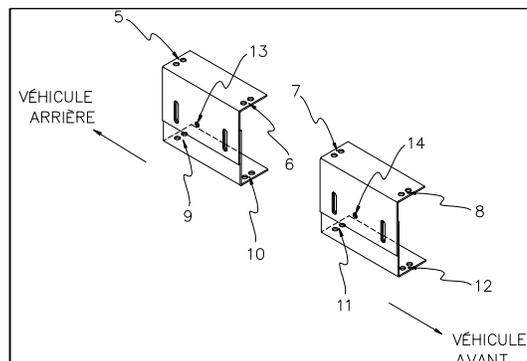

FIGURE 2-6: TROUS DU SUPPORT
- 3) Référez à la **Figure 2-6**. Aligned les trous **5,6,7 et 8** du support avec les trous **5,6,7,et 8** de la base de l'élévateur.
- 6) Référez à la **Figure 2-6**. En dernier lieu, assurez-vous que les trous devant chaque support soient complètement percés et qu'un boulon 7.93mm soit inséré pour barrer les supports en position.